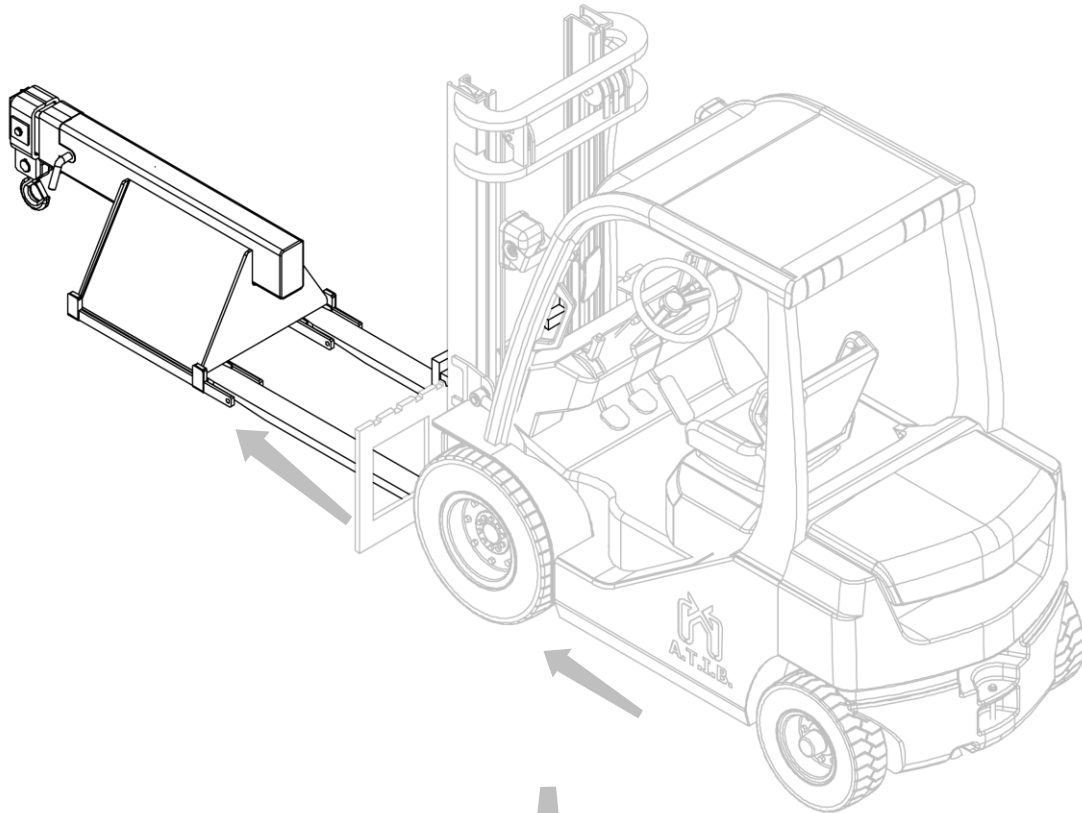
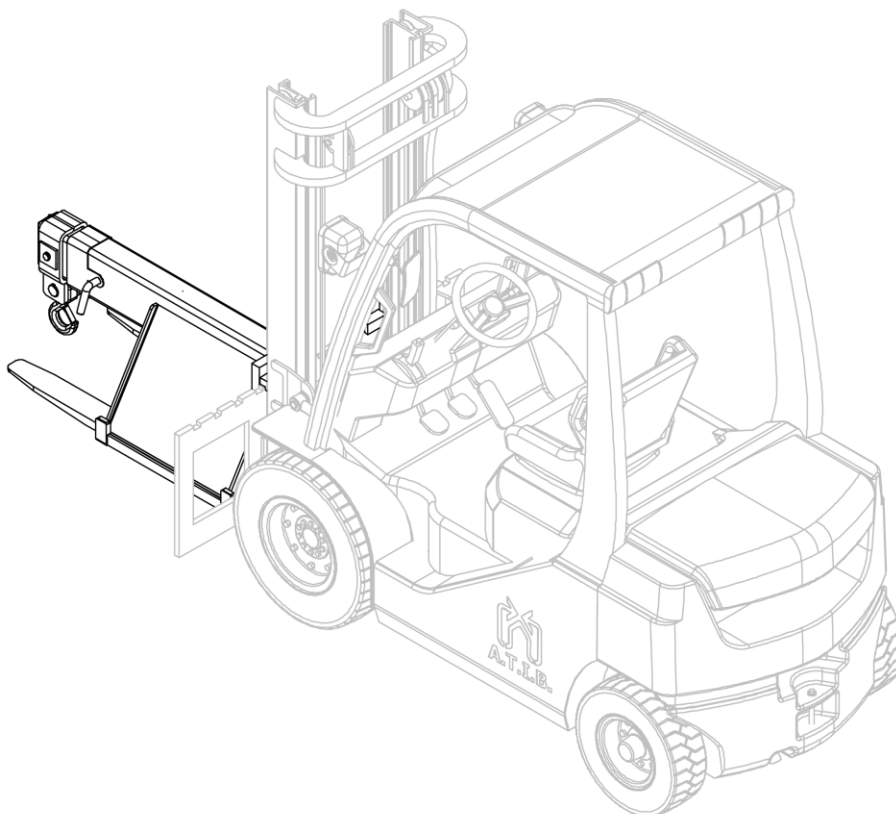

Figura 7
Figura 8
4. Poner el implemento sobre horquillas (mira *Figura 7* y *Figura 8*).